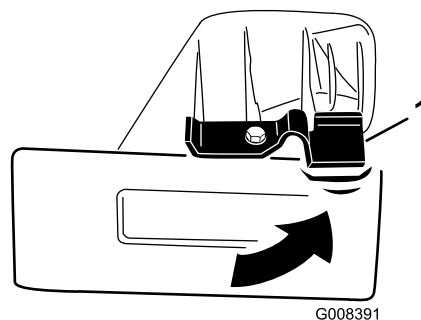

**Figura 24**
- Pase la cuerda del arrancador alrededor de la guía de cuerda inferior (Figura 24).